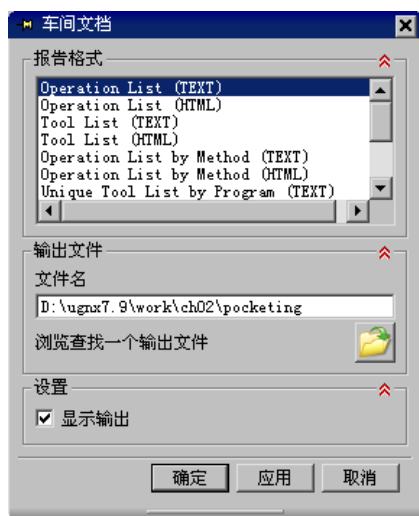

图 2.9.1 “车间文档”对话框
Step1. 单击“操作”工具栏中的“车间文档”按钮,系统弹出图 2.9.1 所示的“车间文档”对话框。